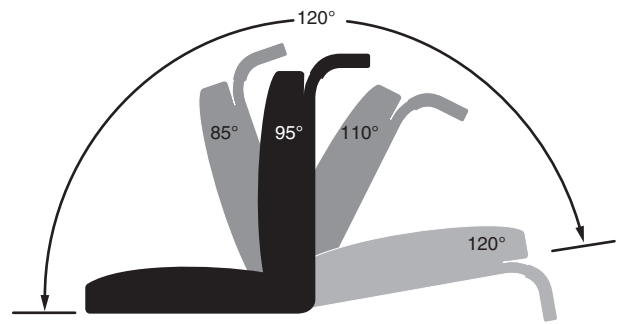

Abbildung 13. Manuelle Rücklehnfunktion—Minimum- und Maximum-Rücklehnungswinkel
Falls Ihr TB-Flex Sitz mit einer manuellen Rücklehnfunktion ausgestattet ist, können Sie die Rückenlehne auf unterschiedliche Winkel einstellen—von einer minimal zurückgelehnten Position (85° von der Sitzfläche) bis hin zu einer maximal zurückgelehnten Position (120° von der Sitzfläche). **Siehe Abbildung 13.** Wenn der Sitz weiter als um 110°, nach hinten gekippt wird, wird der Stuhl vollständig gesperrt. Bei einer Rückstellung auf einen Winkel von weniger als 110° wird der Antrieb wieder mit Strom versorgt.
2. Zurücklehnen Drücken Sie die Auslösegriff, und positionieren Sie die Sitzlehne in den gewünschten Winkel. **Siehe Abbildung 13.**